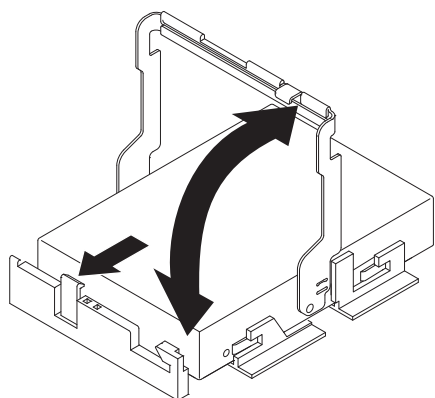

図 71. ドライブ・ハンドルの引き上げ
- a. 115 ページの図 71 のように、ドライブ・ハンドルを垂直位置に引き上げます。